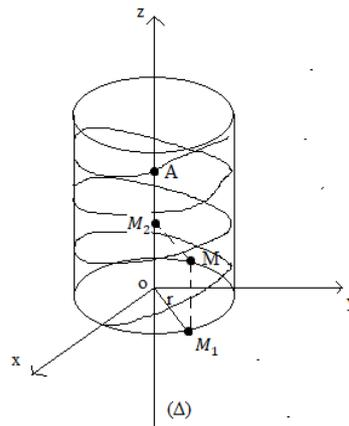

Figure IV.8
Exemple d'un cylindre (S) de base circulaire de rayon r, ou l'axe (Oz) est confondue avec(Δ). Un point M \in au cylindre qui a une trajectoire hélice sur ce dernier, Figure IV.8.